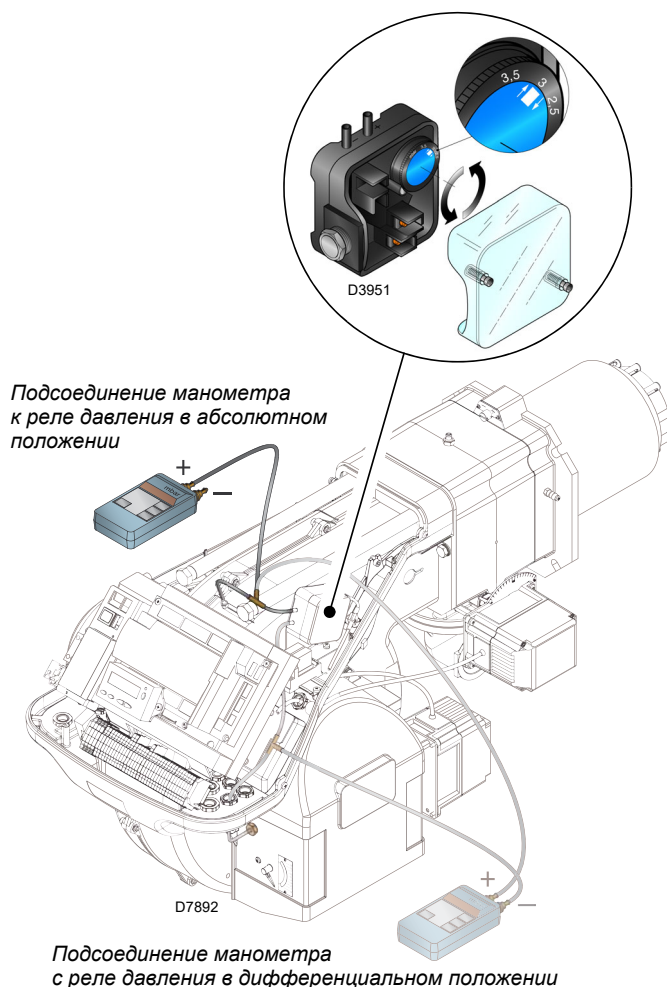

Рис. 28
- Отрегулируйте реле давления воздуха (Рис. 28 на стр. 32) на начало шкалы.
Настройка реле давления воздуха (Рис. 28) выполняется после всех остальных регулировок горелки, устанавливая реле давления воздуха на начало шкалы.
Подсоединение манометра указано на Рис. 28. Стандартная конфигурация, когда подсоединено реле абсолютного давления воздуха. Обратите внимание, что наличие "Т" - образного соединения не входит в поставку.
В этом случае манометр также должен быть дифференциальным, как показано на Рис. 28.